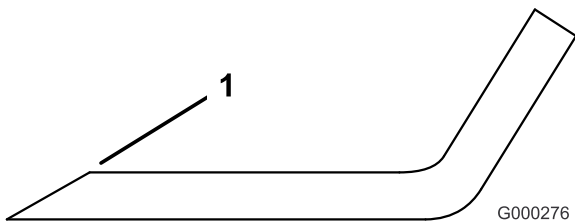

Figura 88
- Inspeccione los filos de corte de todas las cuchillas, y afílelos si están romos o tienen mellas (Figura 88).
Nota: Afíle únicamente la parte superior del filo y mantenga el ángulo de corte original para asegurar un filo correcto (Figura 88). La cuchilla permanecerá equilibrada si se retira la misma cantidad de metal de ambos bordes de corte.